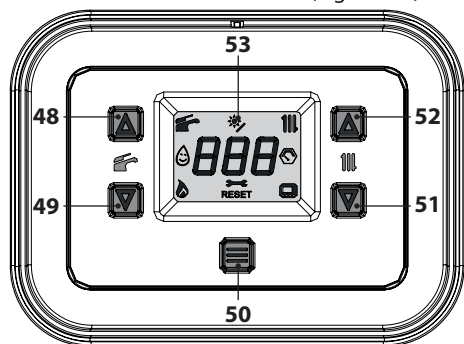
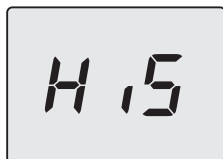

Figura 8.1
Figura 8.2
- Entrare in "modalità programmazione" premendo contemporaneamente per 5 secondi i tasti 49 e 51 (Figura 8.1) fino a far apparire sul display LCD le lettere **HiS** che indicano il menu "Storico delle caldaia" (Figura 8.2).
- Premere per 1 sec. il tasto 50 (Figura 8.1) per entrare nel parametro selezionato. Il display visualizzerà quanto segue (Figura 8.5).
- Premendo il tasto 50 (Figura 8.1) si ottiene la conferma del valore inserito. Il display visualizzerà per 5 sec. quanto segue (Figura 8.7) poi, si porterà al livello superiore.
- Premendo contemporaneamente i tasti 49 e 51 (Figura 8.1) si esce senza modificare il valore (ritorno al livello precedente Figura 8.4).
- tenere premuti contemporaneamente i tasti 49 e 51 per 5 sec. (Figura 8.1) (ritorno al livello precedente).